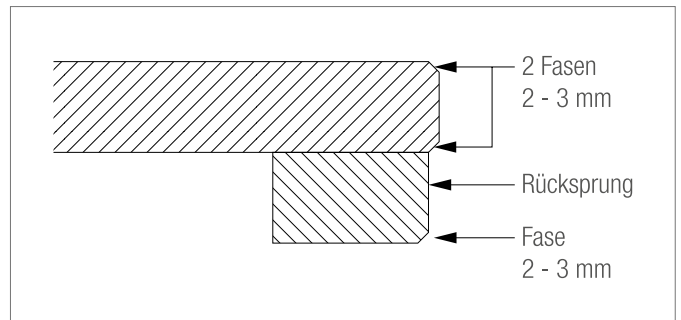

Abb. 2-3 Rücksprung, mit Fasen 2–3 mm
3. Rücksprung, poliert mit Fasen 2–3 mm (Abb. 2-3)
3. Rücksprung, geschliffen mit Fasen 2–3 mm (Abb. 2-3)